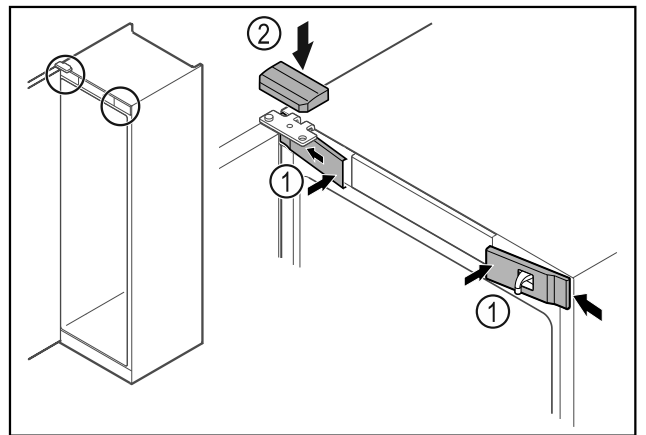

Fig. 47
- ▶ Skyv de fremre dekslene Fig. 47 (1) inn på siden, og smekk dem på plass.
- ▶ Smekk det øvre dekselet Fig. 47 (2) på plass ovenfra.